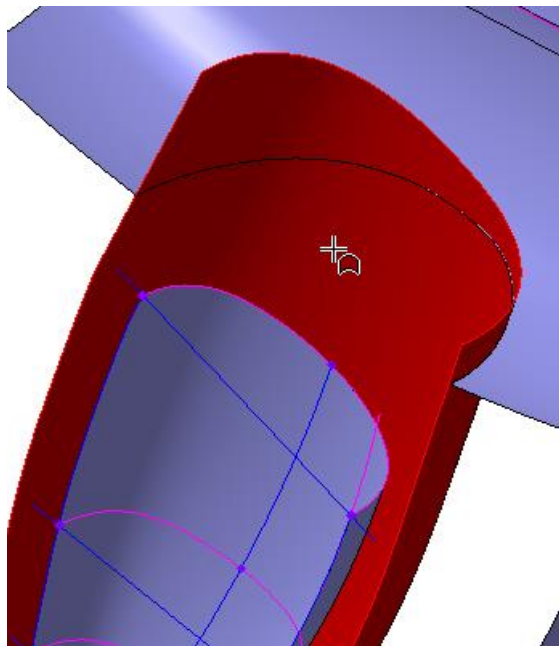

Рисунок 55.
- Укажите поверхность Эквидистанты (рис.55).